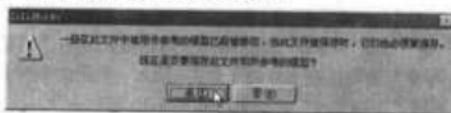

图 9-16 警告提示框
(8) 单击标准工具栏中的 (保存) 工具，弹出如图 9-16 所示的警告提示框。
(9) 单击“是”按钮，保存装配体及参考文件。